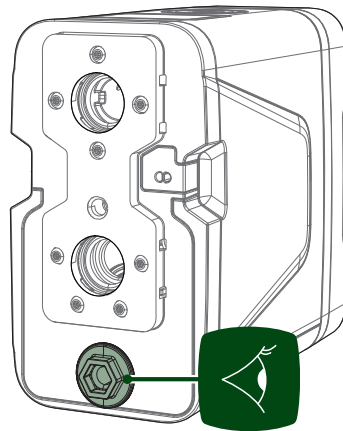

Fig. 14 Aftapplug
7. Ga verder met het volledig legen van de pomp door de aftapplug voorzichtig los te schroeven en te verwijderen (zie Fig. 14 Aftapplug). Als tijdens de handeling de aftapplug (terugslagklep) wordt verwijderd of voldoende wordt losgedraaid, zie Fig. 10 Vullen – Correcte positie van de plug van de terugslagklep, verloopt het leegmaken van de pomp gemakkelijker en wordt ook de toevoerleiding afgetapt;